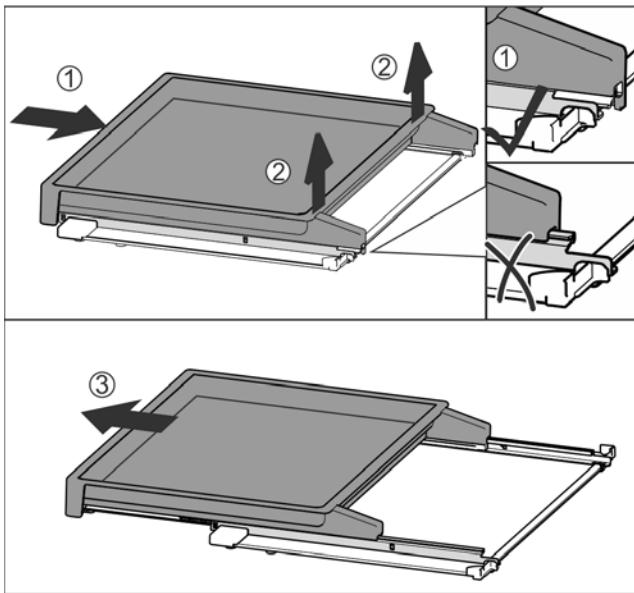

Fig. 78
- Вставить вытяжную панель полностью Fig. 78 (1).
► Отпустить фиксацию на задней стороне Fig. 78 (2).
► Извлеките вытяжную панель движением вперед Fig. 78 (3).